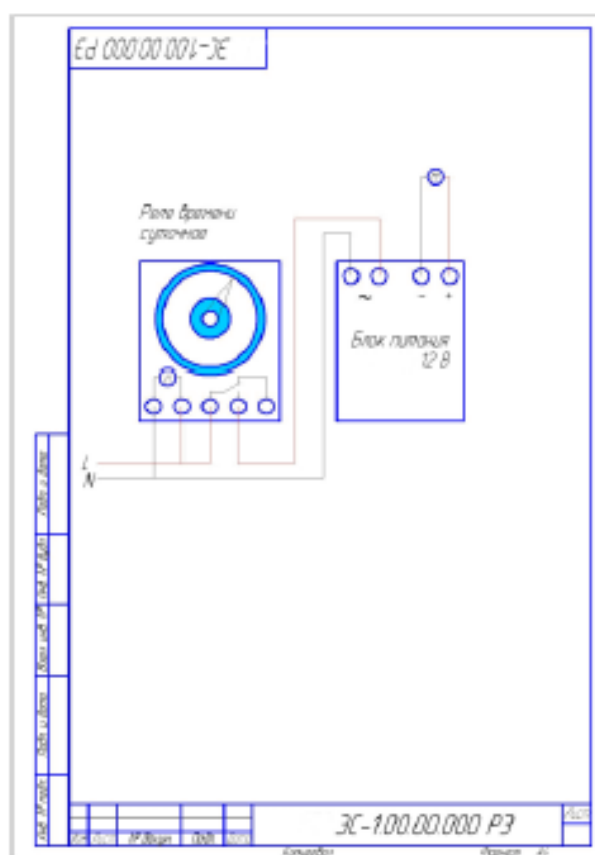

Рис. 2
4.3.7. Подключить жируловитель к сети 220 В (через блок питания и розетку-таймер) в соответствии со схемой подключения рис.2.